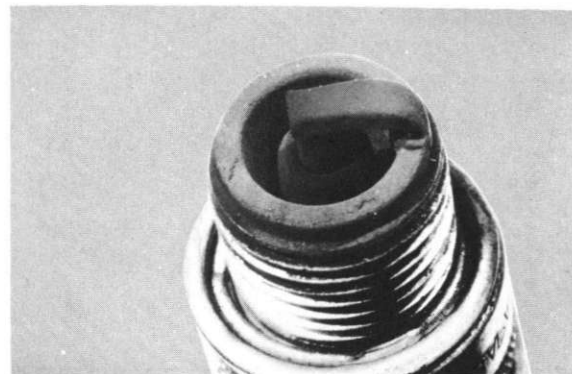

Fig. 5-8
2. If the electrodes and porcelain are black and somewhat oily, replace the plug with a hotter-type as required. (Fig. 5-8)
2. Si les électrodes et le cône central sont encrassés noirs et présentent un aspect gras, il est peut-être nécessaire de monter des bougies plus chaudes. (Fig. 5-8)
2. Wenn die Elektroden und der Kerzenstein schwarz und teilweise ölig sind, ist die Zündkerze den Erfordernissen entsprechend durch eine heißere zu ersetzen. (Bild 5-8)